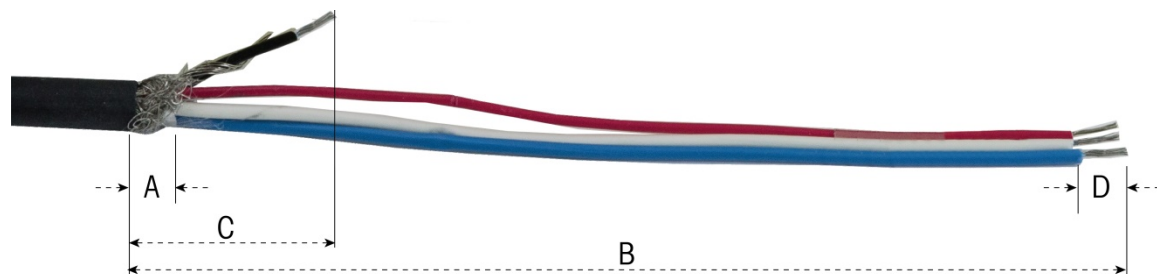

Figure 2-80 : Préparation du câble Powermount – Panneau
1. Découpez et retirez une longueur appropriée de la gaine isolante, du blindage tressé intérieur et de l'isolant conformément à la figure A25. Les longueurs suggérées sont répertoriées sur le Figure 2-80.